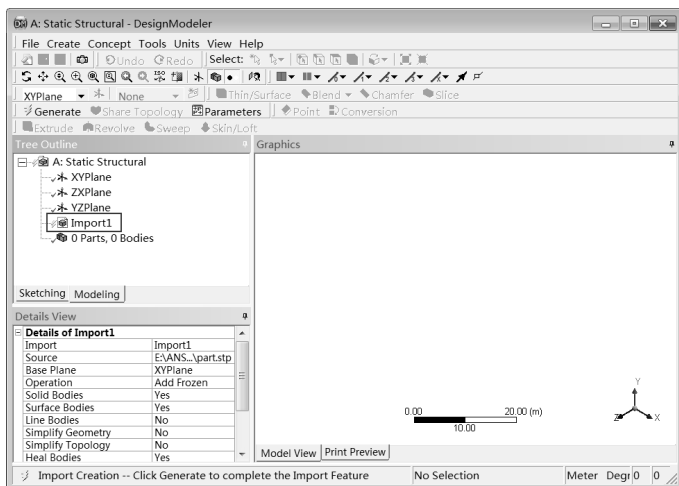

图 4-32 生成前的 DesignModeler 界面
Step3 :双击项目 A 中的 A3 Geometry,此时会进入到 DesignModeler 界面,选择单位为 mm,单击 OK 按钮,此时设计树中 Import1 前显示⚡,表示需要生成,图形窗口中没有图形显示,如图 4-32 所示。